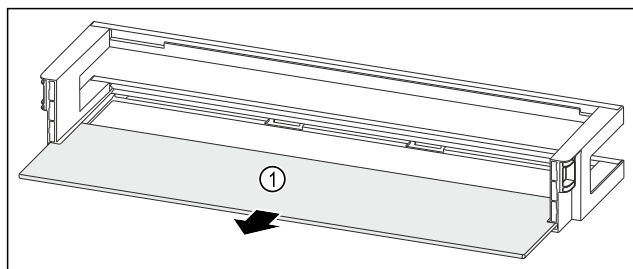

Fig. 139 Лотки на дверцятах з полицею
- Дістаньте полицю Fig. 139 (1).